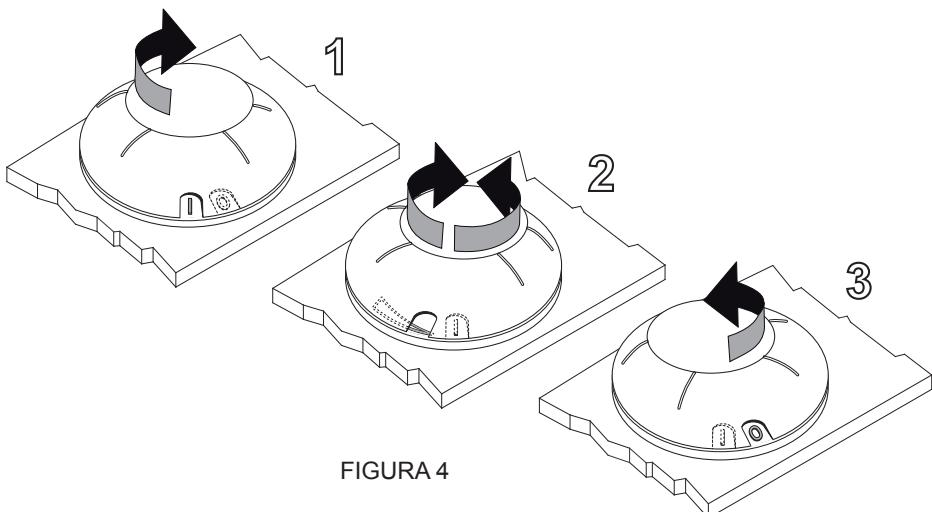

FIGURA 4
- Ruotando la ghiera dal simbolo “O” ad “I” (particolare 1 figura 4), l'idromassaggio entra in funzione.
- Regolare i flussi dell'aria agendo sulla ghiera (particolare 2 figura 4) ruotandola in senso orario o antiorario sul simbolo “”.
- Per fermare l'idromassaggio, ruotare la ghiera sul simbolo “O” (particolare 3 figura 4).